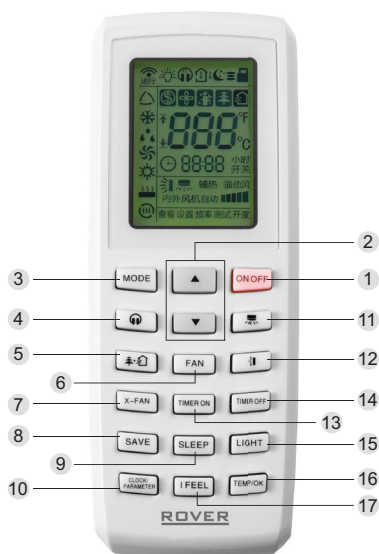

Рис. 8.6.
8.5.2. Инфракрасный пульт управления RVR-E-YV1L1 (рис. 8.6.)